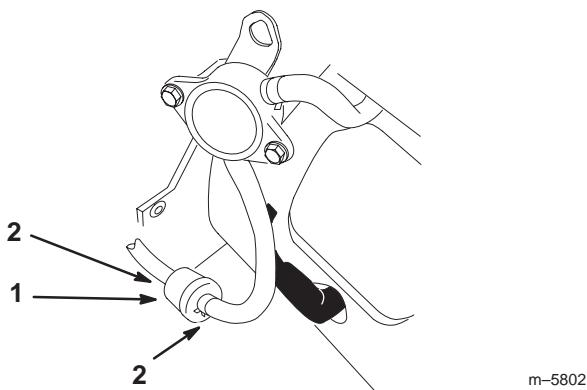

Figure 43
- Pincez les extrémités des colliers et faites glisser ceux-ci pour les éloigner du filtre (Fig. 43).